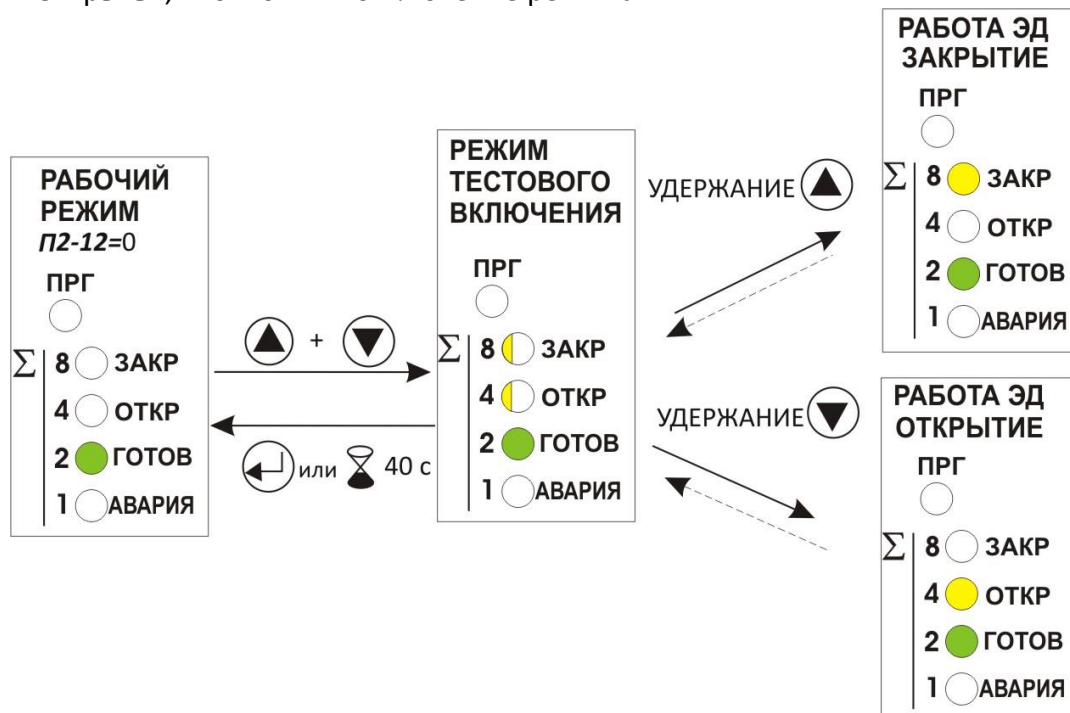

Рисунок 11 - Схема работы режима тестового включения (уставка $P2-12=0$)
1.12.2 Режим тестового включения доступен для включения при значении уставки $P2-12=0$ (заводская настройка) и может быть включен по одновременному нажатию кнопок \blacktriangle и \blacktriangledown (рис. 11). После этого нажатием \blacktriangle или \blacktriangledown осуществляется включение электродвигателя в направлении «Закреть» или «Открыть», кнопкой \blacktriangleleft отключение режима.